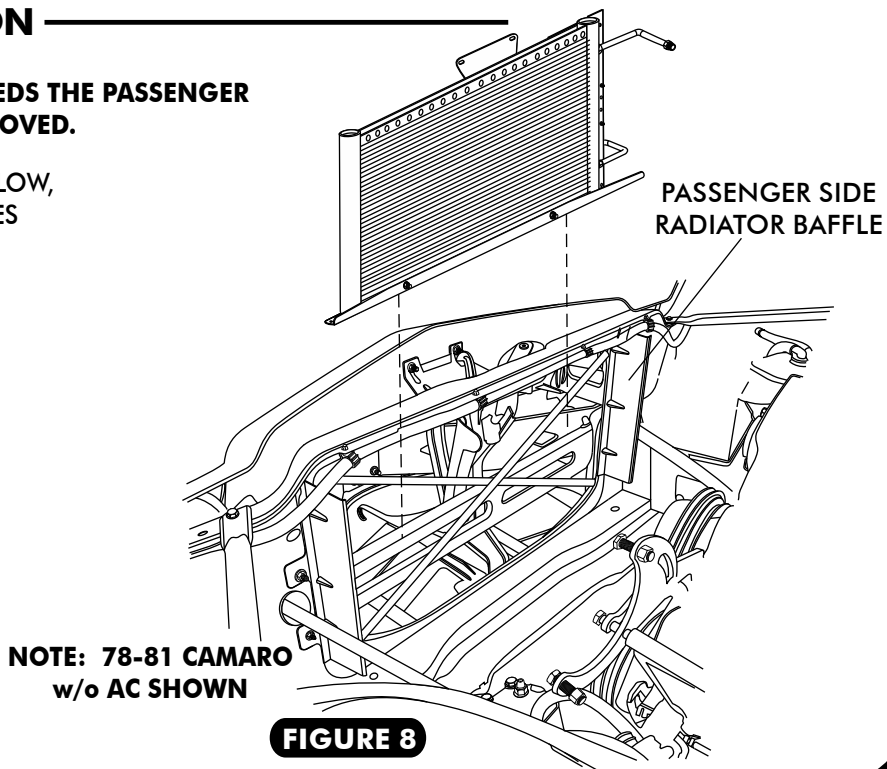

FIGURE 8
- ☐ INSTALL CONDENSER AS SHOWN BELOW, LOWER CONDENSER WITH HARDLINES ON THE BACK SIDE OF THE CORE SUPPORT SEE FIGURE 8 BELOW.